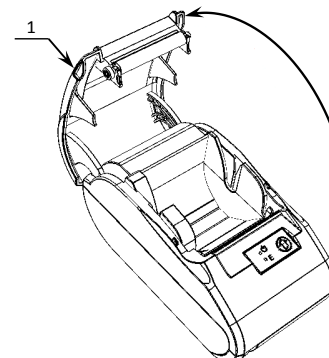

Рисунок 6. Открытие крышки изделия
1. Удерживая корпус устройства, аккуратно с усилием отделить крышку 1, затем откинуть крышку (рисунок 6).